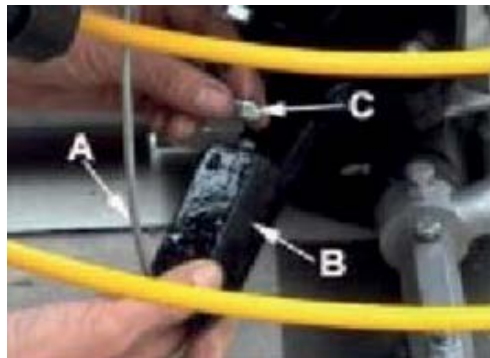

Рис.3
- С ручкой, установленной на нижнем блоке, прикрепить тросик продольного управления (А), протянув его через отклоняющую ручку (В), используя оставшуюся 10 мм гайку (С). Затянуть гайку (Рис.3).